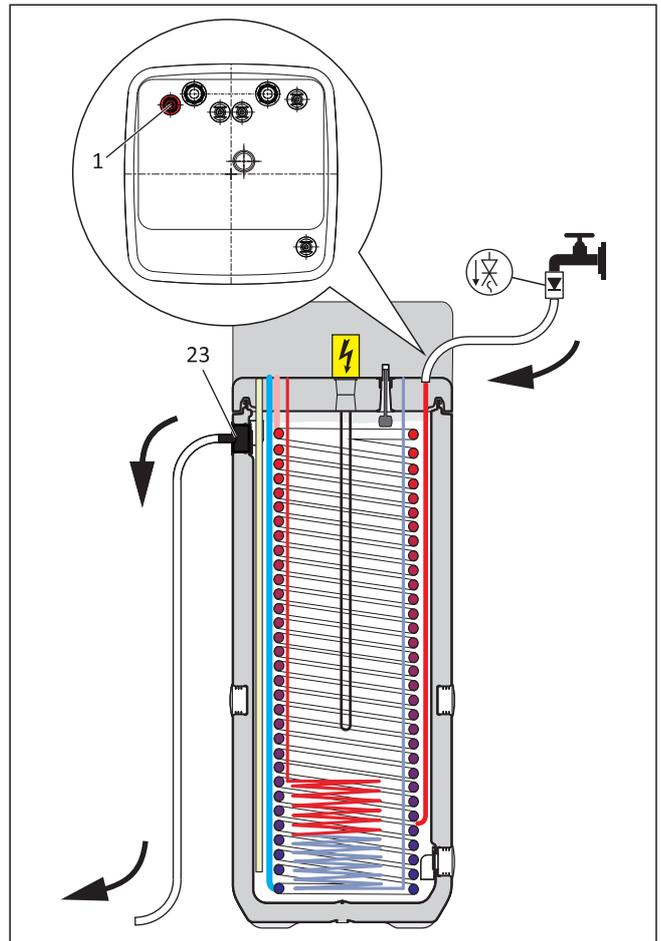

Fig. 9-1 Remplissage du réservoir de l'accumulateur (sans système Solaris)
- **Raccordez le tuyau de remplissage** avec clapet anti-retour (1") sur le $p=0$ raccord « **Départ solaire** » (fig. 9-1, rep. 1).
- Remplir le réservoir de l'accumulateur de la DAIKIN EKHHP **jusqu'à ce que l'eau s'écoule au niveau du raccord** (fig. 9-1, rep. 23, utilisé **comme trop plein de sécurité**).
- Remplir le réservoir de l'accumulateur de la DAIKIN EKHHP **jusqu'à ce que l'eau s'écoule au niveau du raccord** (fig. 9-1, rep. 23), utilisé **comme trop plein de sécurité**.